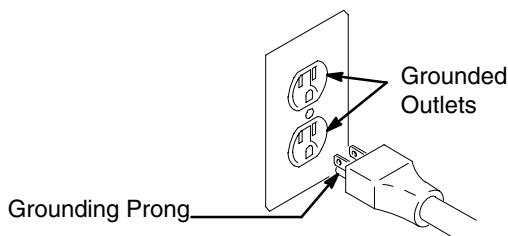

Fig. 1
1. This equipment requires a 120 Vac, 60 Hz, 20A circuit with a grounding receptacle. Fig. 1.
1. Ce matériel exige des 120 Vac, 60 Hz, le circuit 20A avec une prise de mise à la terre. Fig. 1.